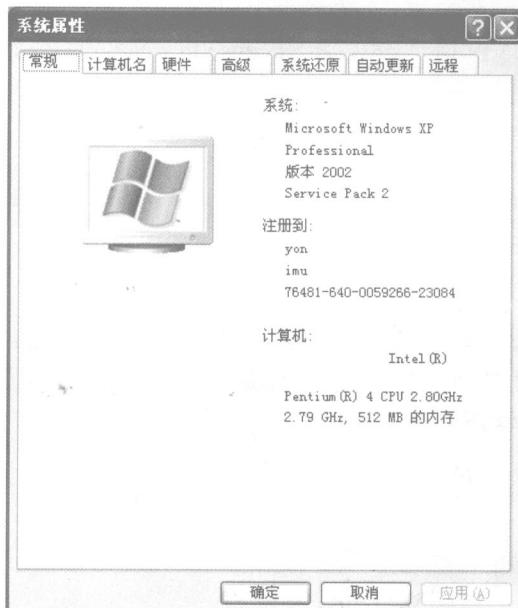

图 1.2.1 “系统属性”窗口
(1) 在 D 盘下新建“LM_LICENSE”文件夹。
(2) 用鼠标右键单击“我的电脑”，从弹出菜单中选择“属性”，出现“系统属性”窗口，如图 1.2.1 所示。